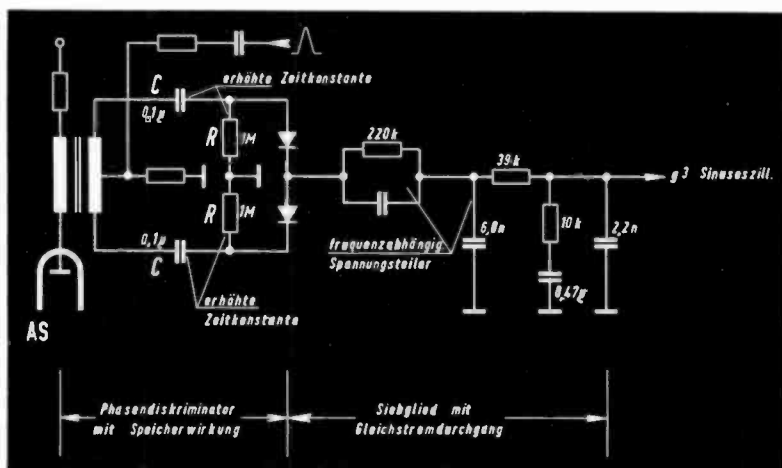

Bild 28 Phasendiskriminator mit Speicherwirkung; Siebglied mit Gleichstromdurchgang
**Bild 28** zeigt einen Phasendiskriminator mit erhöhter Zeitkonstante und einem dafür komplizierteren RegelspannungsfILTER mit frequenzabhängigem Spannungsteiler. Dadurch wird der Gleichspannungsanteil der Regelspannung besser als der Wechselspannungsanteil durchgelassen, ohne die Phasenkonstanz innerhalb des Fangbereiches zu verringern.
Beim Abgleich der Schaltung nach **Bild 28** entfällt die Einstellung der Automatikschaltung. Der Abgleich des Sinusoszillators kann wie vorher beschrieben erfolgen.